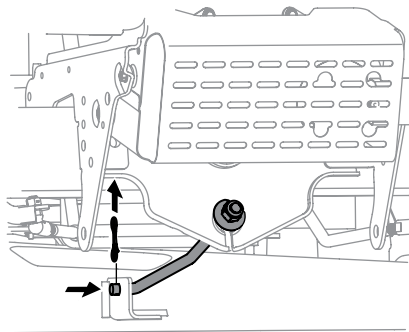

Figura 4-9
8. Remova o grampo-trava que prende a haste estabilizadora ao deck. Deslize a haste de levantar o deck da cantoneira de montagem como se vê em Figura 4-9